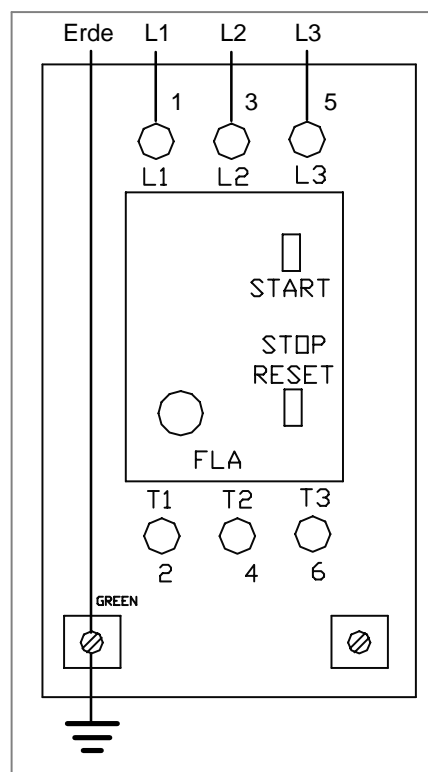

Abbildung 12
2. Das Leitungskabel durch den Klemmverschluß (AB) einführen, und die Mutter festziehen.
3. Für eine korrekte Dreiphasen-Motorwellendrehung die Leitungsphasensequenz L1, L2 u. L3 wie gezeigt (Abb. 12) mit den Anschlußklemmen verbinden.
HINWEIS: Der Erdungsdraht des Motors ist auch an der linken Klemme befestigt, die wie folgt markiert ist \perp (siehe Abbildung 12).
4. Den Erdungsdraht an der linken Klemme befestigen, die wie folgt markiert ist \perp (siehe Abbildung 12).